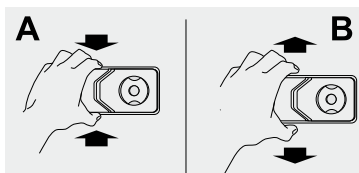

Figura 49
- Para finalizar presione la tapa luz hacia el centro e incrustela en la caja control (A) y suéltela para que ésta se fije a la caja control (B). (Figura 49).